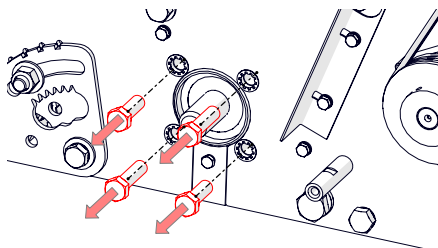

Fig. 18H - Retirar los pernos de fijación del cilindro del lado izquierdo.
9. Retire los 4 pernos hexagonales M12 (Fig. 18H) que fijan el cilindro en el lado izquierdo.